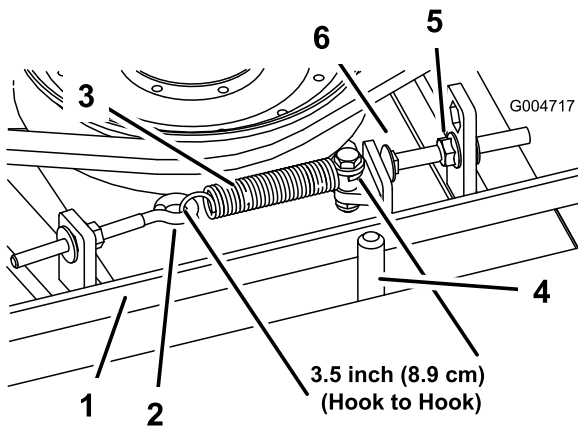

Figura 69
Cuando está correctamente tensado, la longitud interior (entre ganchos) del muelle de extensión debe ser de 8,9 cm \pm 0,63 cm aproximadamente. Una vez que haya obtenido la tensión correcta del muelle, ajuste el perno de tope (perno de cuello cuadrado) hasta que quede aproximadamente 0,32 cm \pm 0,152 cm de holgura entre la cabeza del perno y el brazo tensor (Figura 69).
Nota: Asegúrese de que la correa está colocada en el lado del muelle de la guía de la correa (Figura 69).
2. Afloje el perno de ojal para poder retirar el muelle de extensión (Figura 69).
3. Afloje la tuerca con arandela prensada que fija el perno de tope a la pletina de montaje. Desenrosque la tuerca lo suficiente para permitir que el brazo tensor pase por el perno de tope (Figura 69). Aleje la polea tensora de la correa para aliviar la tensión de la correa.
8. Vuelva a conectar el muelle de extensión (Figura 69) al perno de ojal y tense la correa de la siguiente manera: